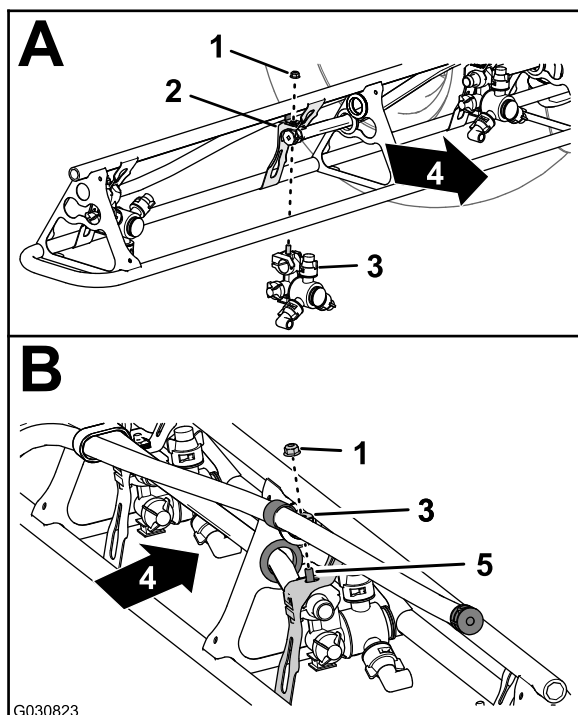

Figure 144
- À l'emplacement des buses 1 et 4, fixez la buse à son support (A de Figure 144) à l'aide du contre-écrou à embase (5/16") que vous avez retiré à l'opération 2 de Dépose des buses de pulvérisation des sections de rampes extérieures (page 63)).
- À l'emplacement des buses 2 et 3, fixez la buse à son support (A et B de Figure 144) à l'aide du contre-écrou à embase (5/16") que vous avez retiré à l'opération 2 de Pose des